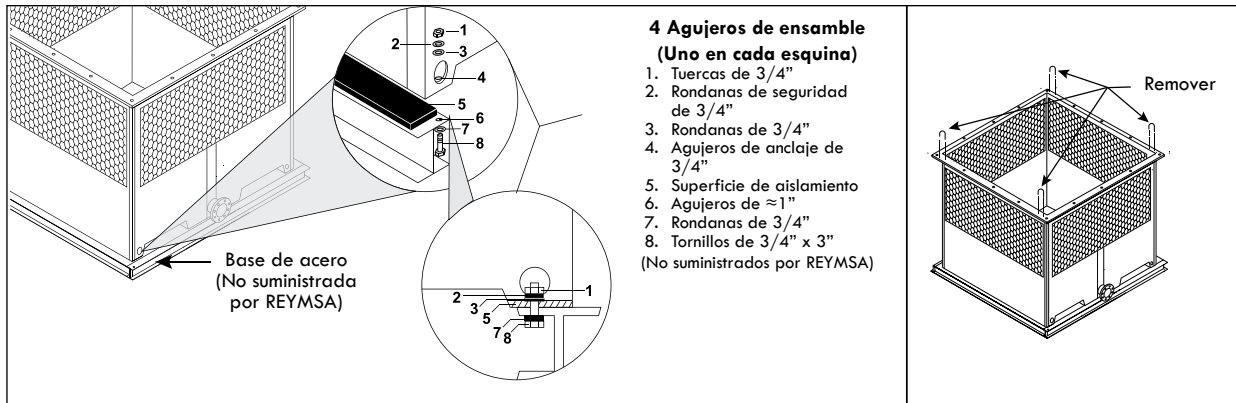

Figura A-5: Anclaje típico de una torre de un ventilador
- H. Coloque la sección de la cisterna encima de la superficie de aislamiento que se instaló sobre la base de acero, asegurándose de que los agujeros de anclaje en el fondo de la torre están alineados con las perforaciones de la base. Luego proceda a atornillar y asegurarla con tornillería de acero inoxidable (NO suministrada por REYMSA, ver Figura A-5).